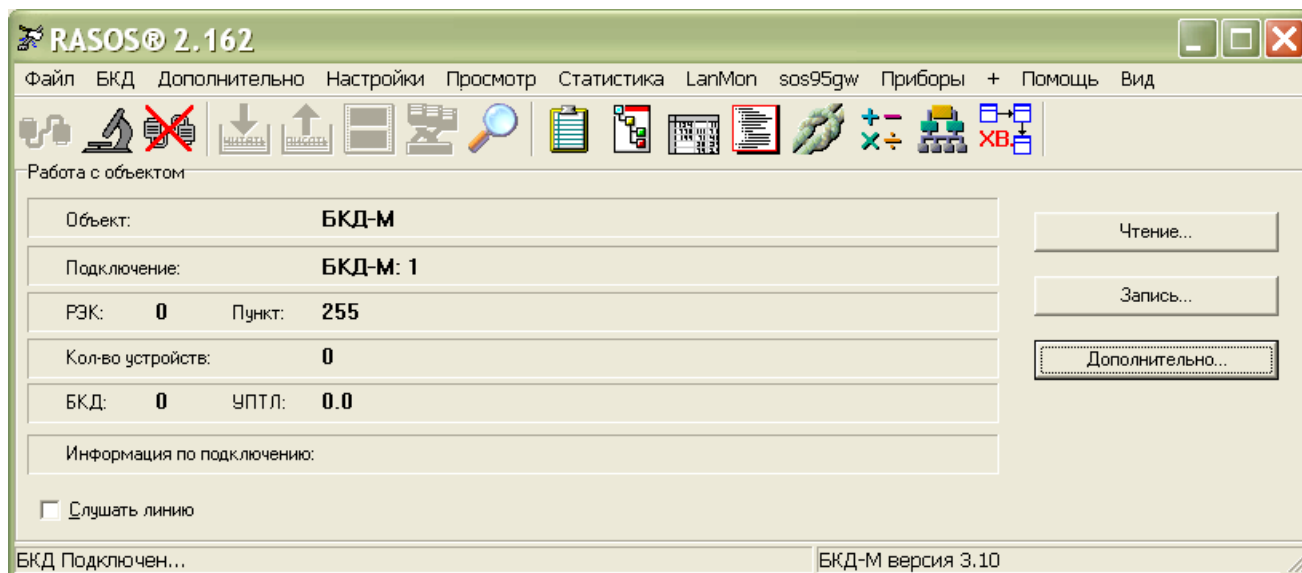

Рисунок 7
Выполнить подключение к блоку командой «БКД \ Подключение». Откроется окно, в котором текущая версия программного обеспечения БКД-М отображается в строке «БКД-М версия» (рисунок 7).
- 2) Подключиться программой RASOS к блоку БКД-М (рисунок 7).